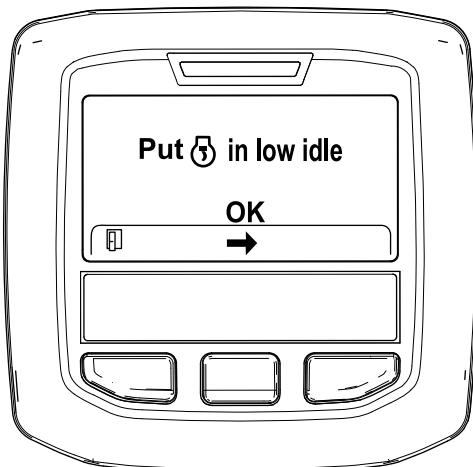

Figura 46
6. Spostate il comando dell'acceleratore in posizione di MINIMA INFERIORE e premete il pulsante centrale (Figura 46).